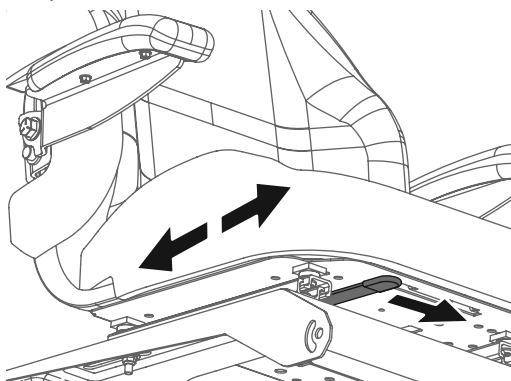

Figura 19
3. Suelte la palanca de ajuste. Asegúrese de que el asiento esté fijo en su posición antes de operar el tractor. Consulte la Figura 19.